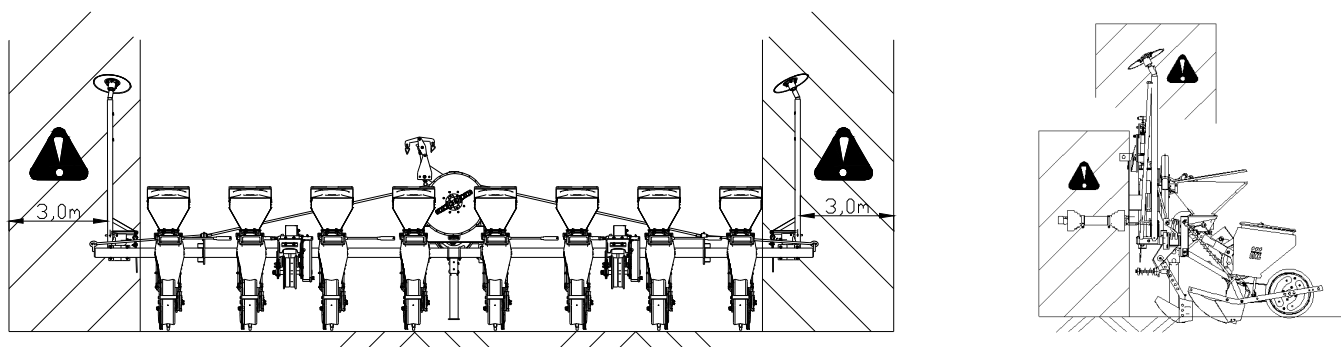

Fig. 3
- Este strict interzis să vă aflați între tractor și utilaj când motorul este pornit și când sursa principală PTO este activată (fig. 3) și de asemenea, atunci când nu este trasa frâna de mână.